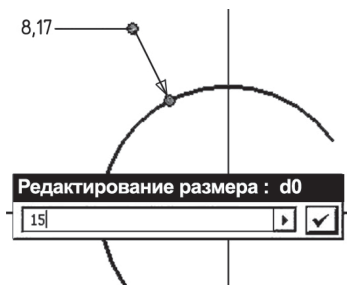

Рис. 5
- Из панели «Зависимость» выбираем команду «Размеры». Ставим *размерную зависимость* на *дугу* окружности, затем меняем числовое значение радиуса на 15 мм (рис. 5).